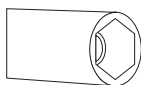

Figure 3
- 1. Veuillez utiliser un tournevis à tête spéciale pour retirer et installer le gicleur comme illustré dans. (Figure 3)